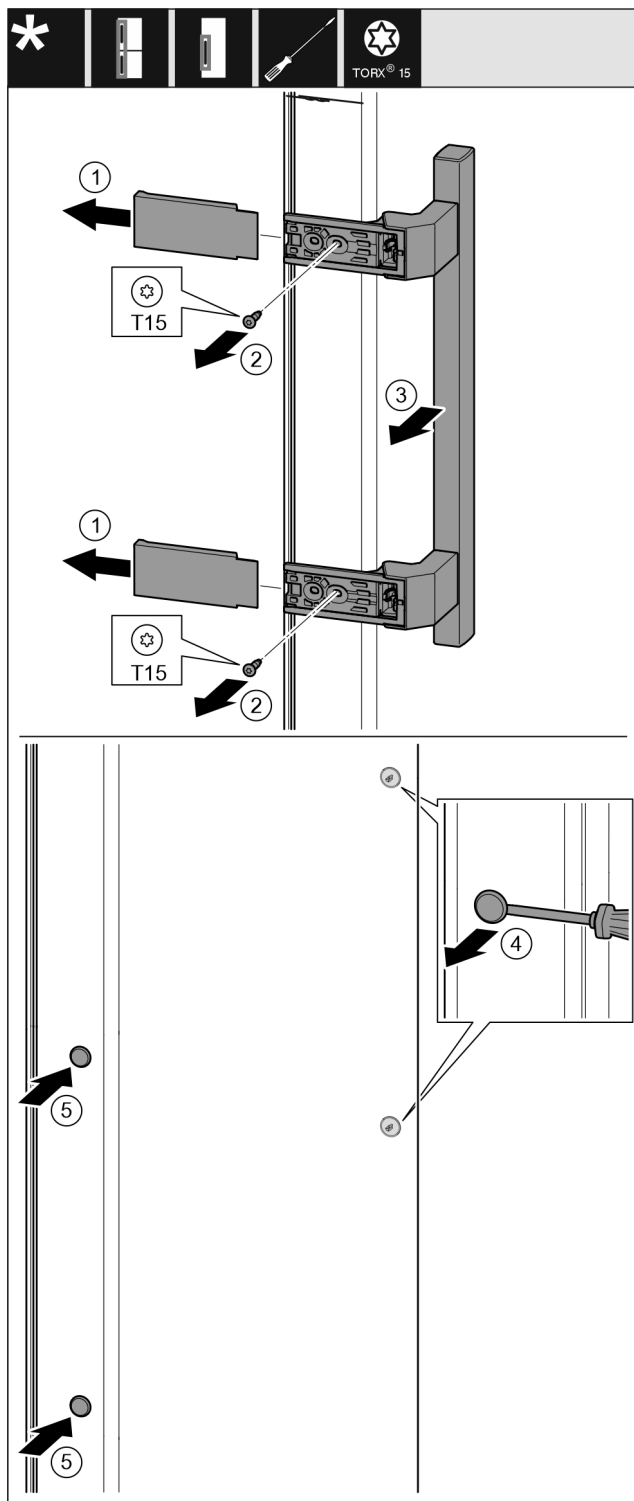

Fig. 11
- ▶ Retirer le recouvrement. Fig. 11 (1)
- ▶ Dévisser les vis avec un tournevis Torx 15. Fig. 11 (2)
- ▶ Retirer la poignée. Fig. 11 (3)
- ▶ Soulever et retirer avec soin le cache latéral avec un tournevis plat. Fig. 11 (4)
- ▶ Replacer le cache de l'autre côté. Fig. 11 (5)